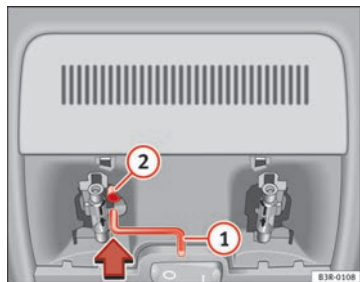

Abb. 84 Ausschnitt aus Dachhimmel: Kurbel für Notbetätigung
- Drücken Sie die Kurbel (1) bis zum Anschlag in das Sechskantloch (2) ⇒ Abb. 84 .